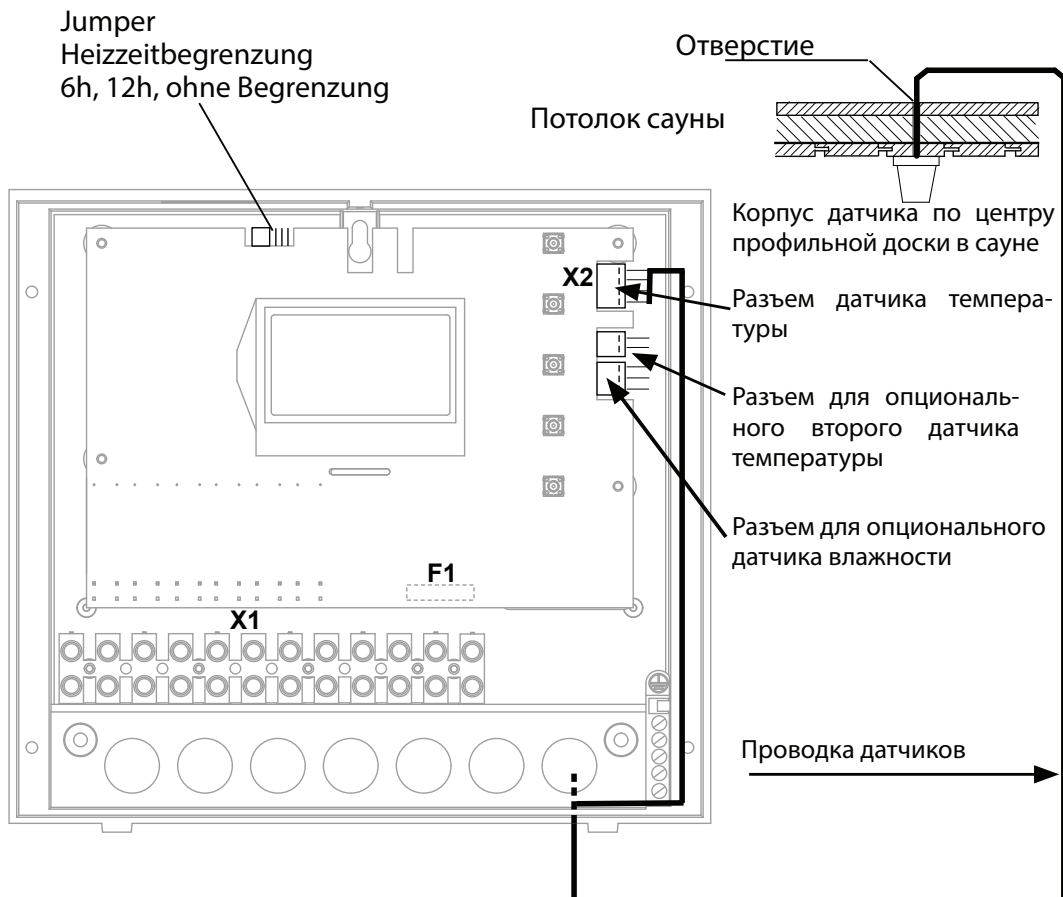

Рис. 11
5. Подведите проводку датчика к блоку управления и проведите сквозь правый кабельный ввод в корпус. Проложите проводку датчика внутри блока управления, как это показано на рис. 11. Подсоедините проводку датчика согласно рис. 12. Для этого штекер временно извлекается из разъема X2 и снова вставляется после подсоединения.